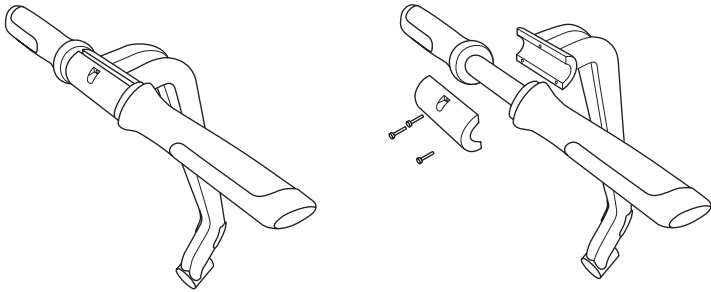

Abbildung 33. Ausbauen des Lenkers vom LeanSteer-Rahmen
3. Durch Entfernen dieser Schrauben und der Lenkerschelle wird der Lenker vom LeanSteer-Rahmen freigegeben (siehe **Abbildung 33**).